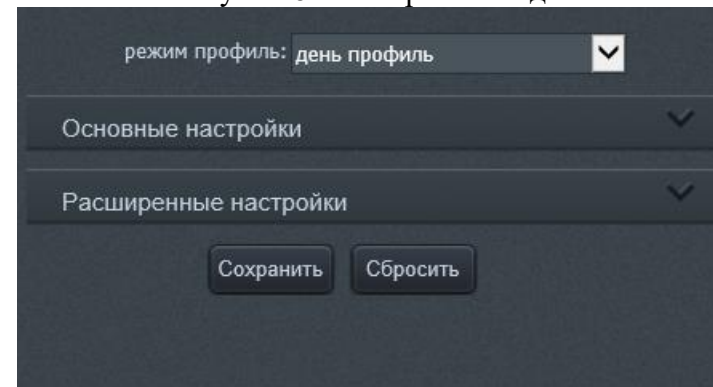

Рисунок 7 – Выбор режима профиля
9.9.6. В подменю «Поток» Вы можете выбрать необходимое разрешение из выпадающего списка и настроить поток. В подменю «Настройки» (рисунок 7) настраивается